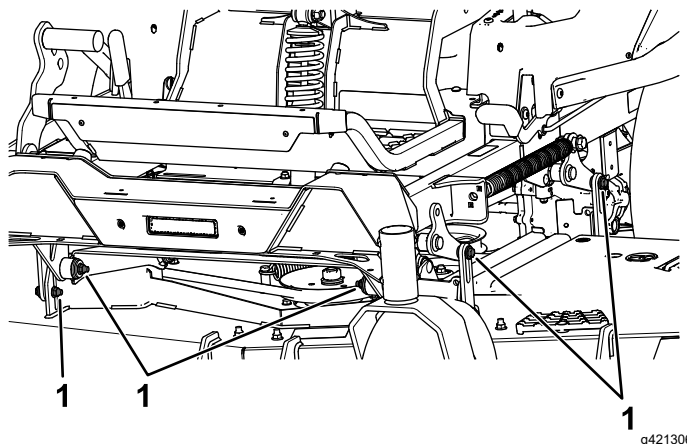

Figura 86
7. Rimuovete e conservate dadi e bulloni su ambo i lati della macchina (Figura 86).